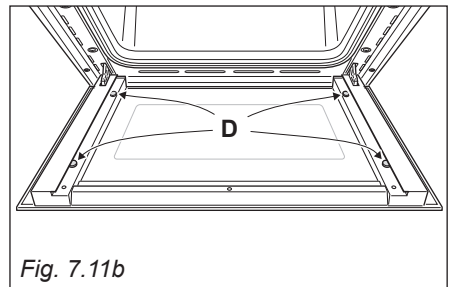

Fig. 7.11b
- Assicurarsi che la porta sia bloccata aperta (fig. 7.11b).
- Verificare che i 4 distanziatori "D" siano nella loro posizione (fig. 7.11b).